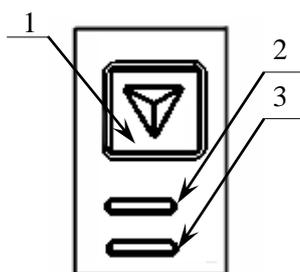

Рисунок 2. Панель управления.
8. Панель управления (подробнее смотрите рисунок 2);